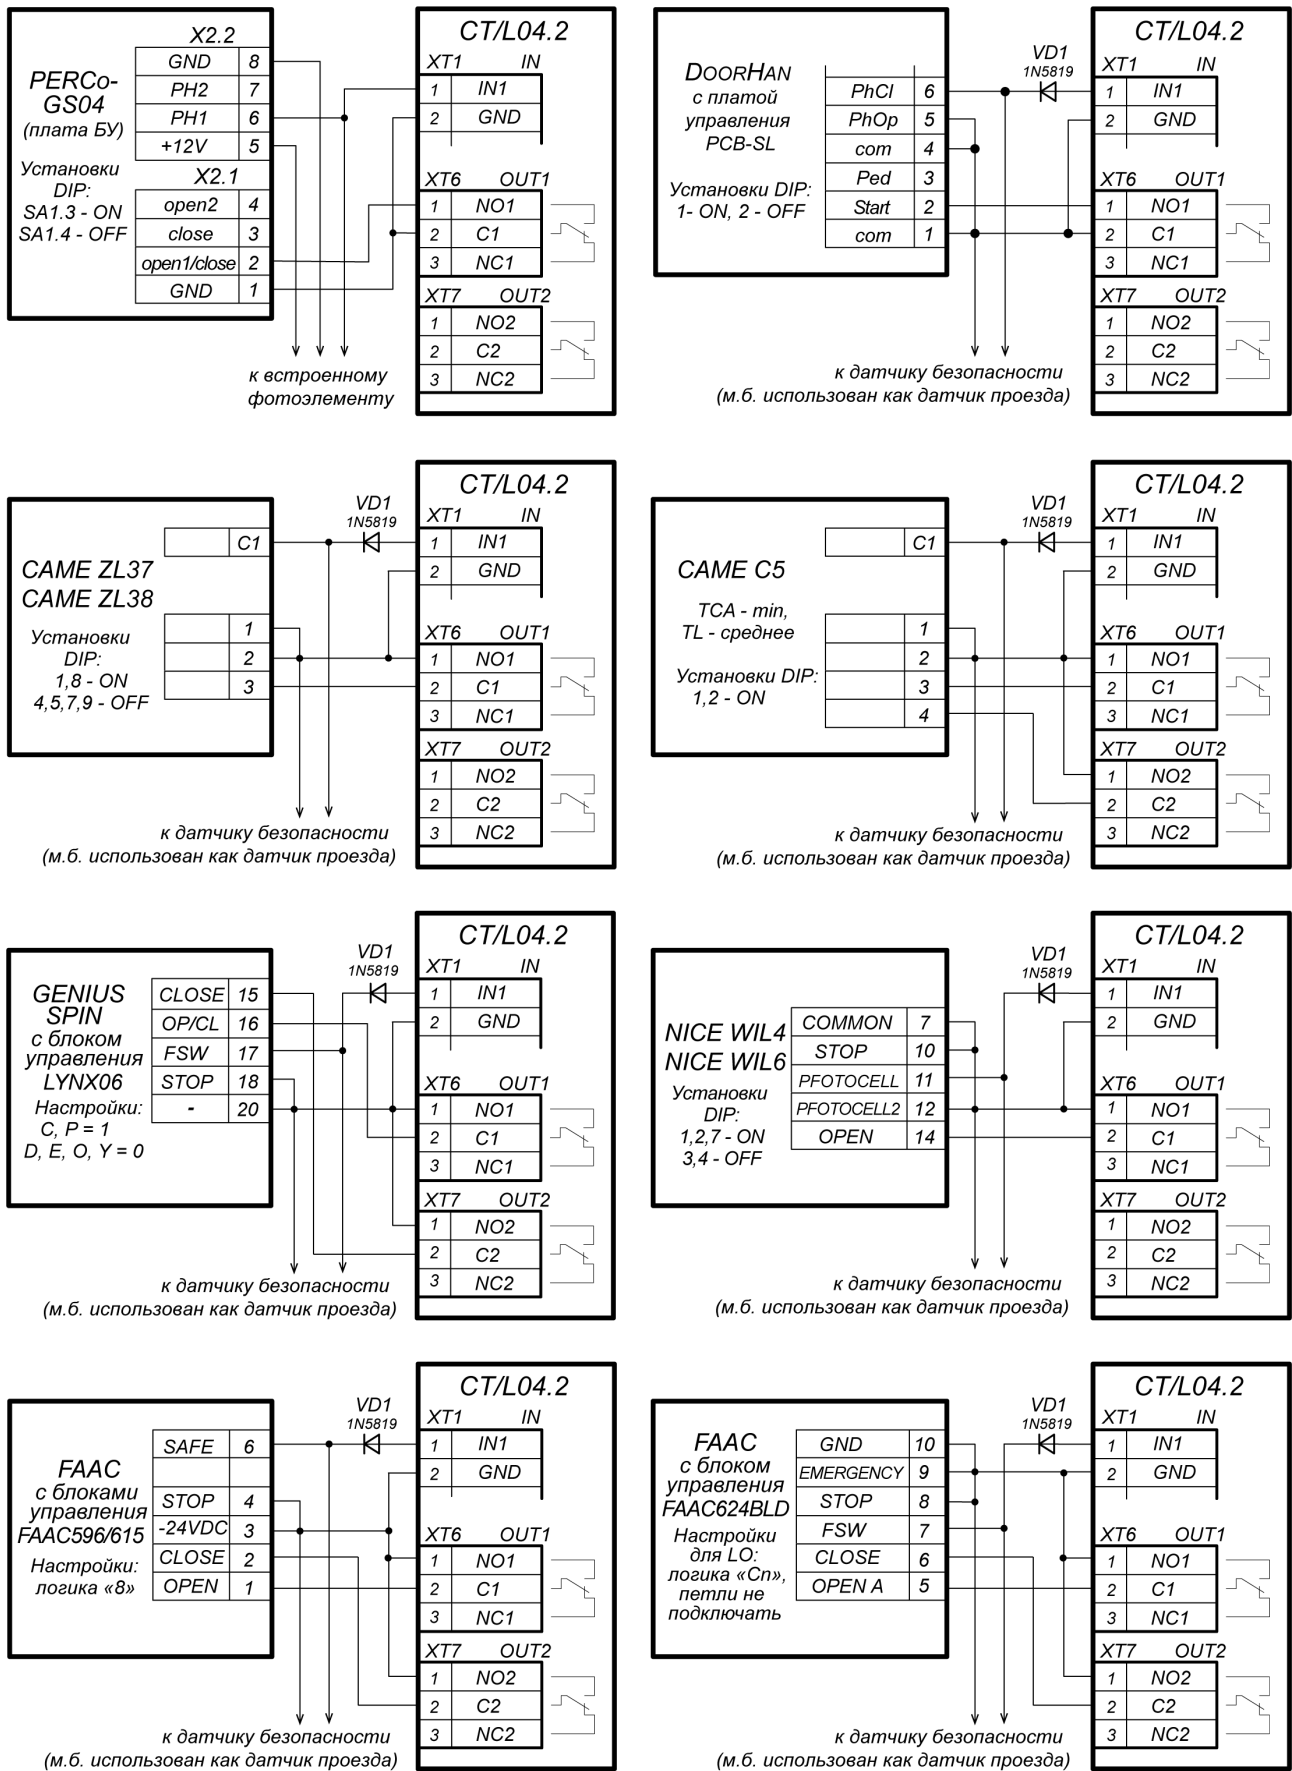

Рисунок 9. Примеры схем подключения шлагбаумов к контроллеру АТГ
2. Типовые схемы подключения ИУ АТП представлены на рис. 9.